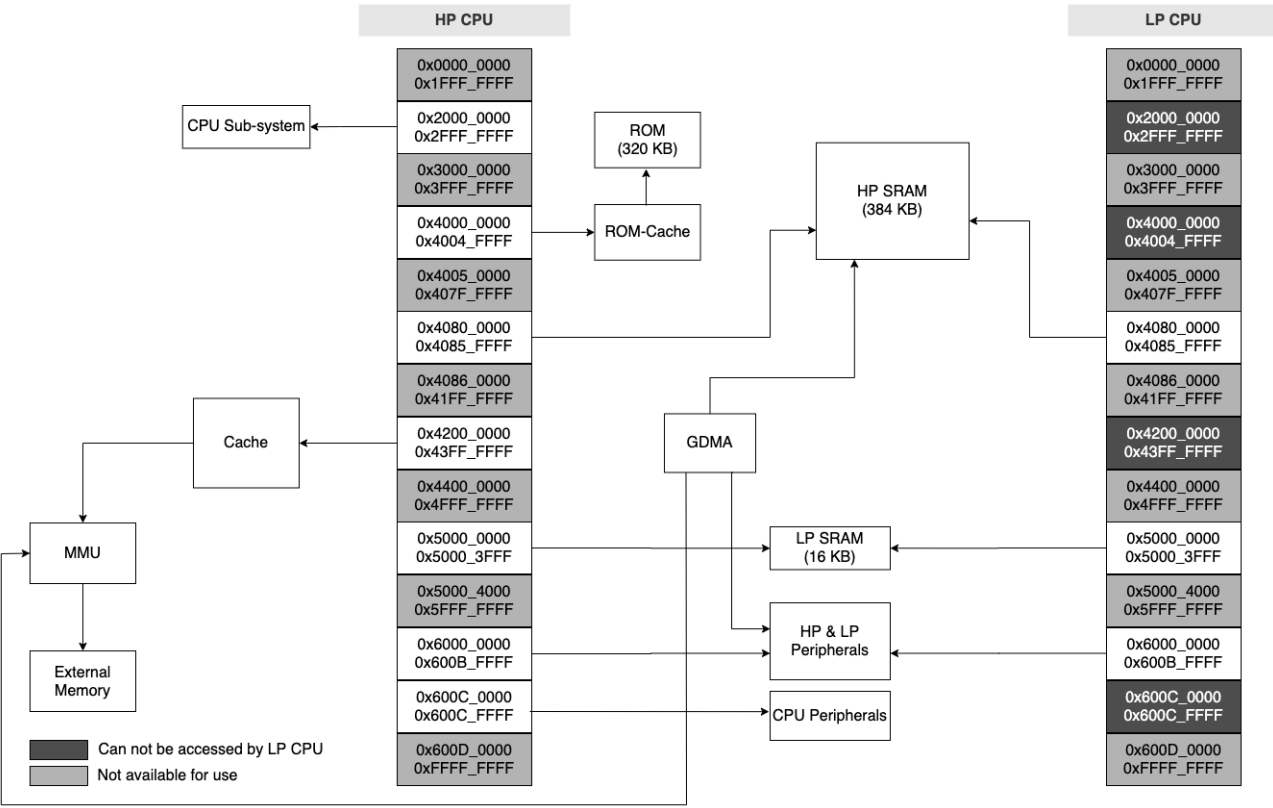

图 6.3-1. 系统结构与地址映射结构
图 6.3-1 展示了系统结构与地址映射结构。所有非保留地址均可通过指令总线 and 数据总线进行访问，即指令总线 and 数据总线访问的地址空间一样。HP CPU 和 LP CPU 的数据总线与指令总线均为小端序。所有总线均为 32 位数据宽度。HP CPU 和 LP CPU 均可以通过数据总线进行单字节、双字节、四字节的 data 访问。
- 部分地址空间只可被 HP CPU 访问，不能被 LP CPU 访问，已在图 6.3-1 中注明。后文描述中将不再对这部分地址空间进行区分。